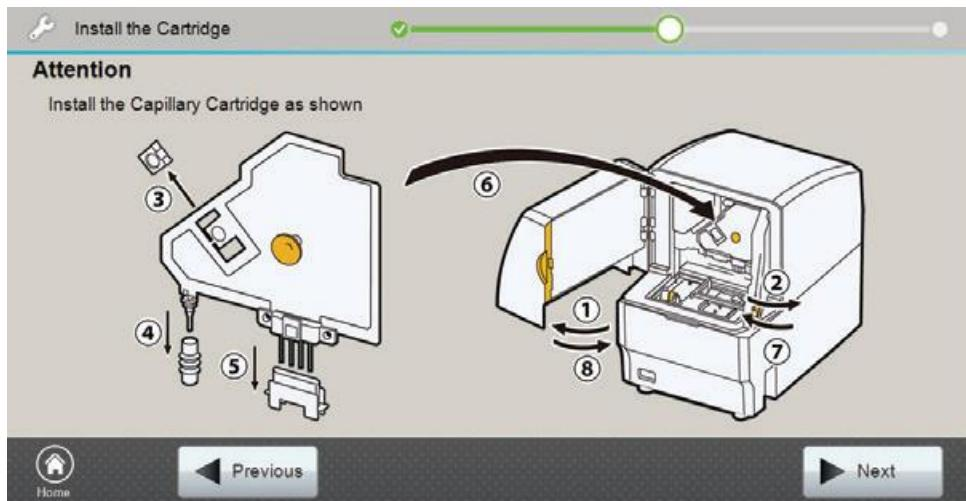

図 33 Install the Capillary Cartridge 画面
5. **Install the Capillary Cartridge** の画面（図 33）が表示されたら、フロントドアを開けてください。